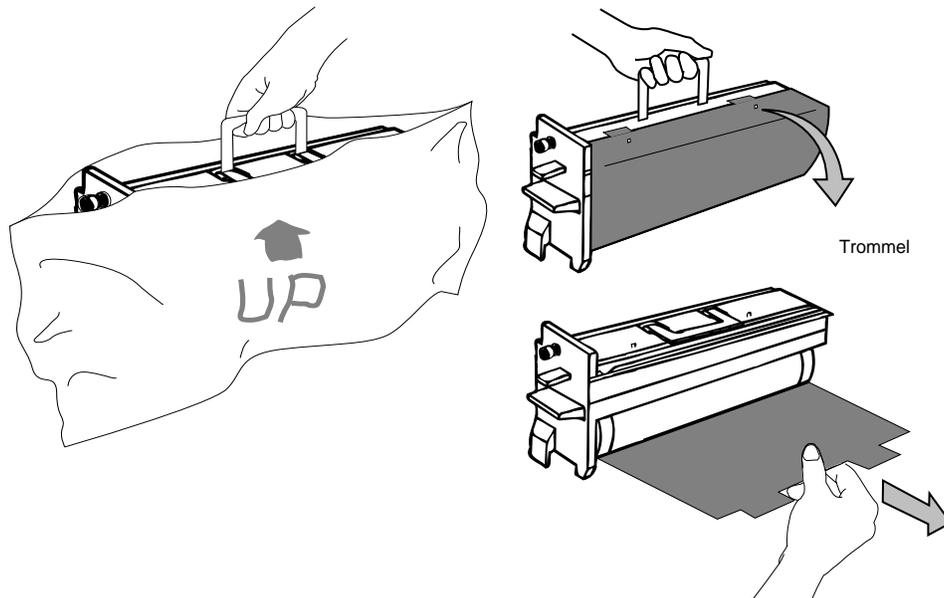

Abbildung 2-30 Trommel auspacken und Schutzabdeckung entfernen
2. Öffnen Sie die Vakuumverpackung, und entnehmen Sie die Trommel (siehe Abbildung 2-30).